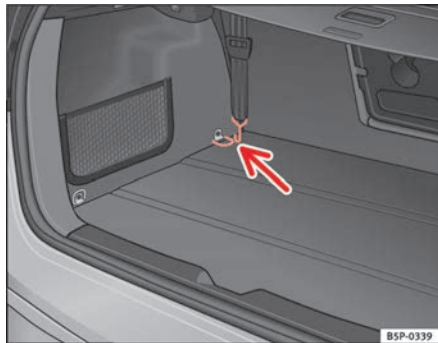

Abb. 126 Befestigungsösen zum Spannen des Gepäckraumnetzes
- Hängen Sie die Bänder zum Spannen des Netzes in den vorderen Befestigungsösen ein ⇒ Abb. 126. ■